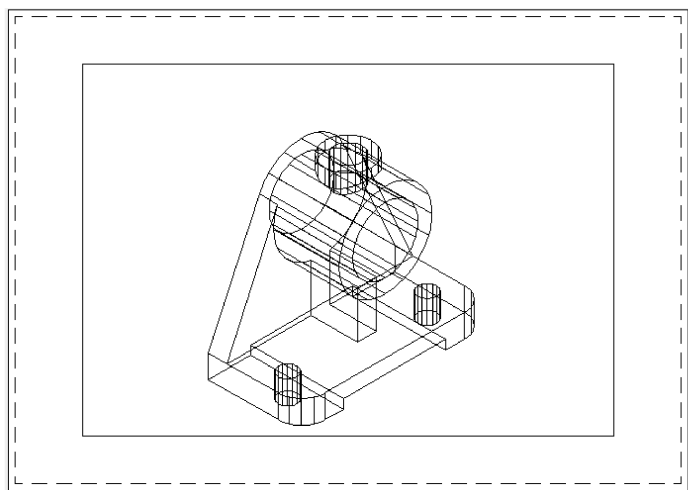

图 10-49 轴承座立体图图纸空间——“布局 1”
Step 1 切换图纸空间：单击绘图窗口下方布局标签的“布局 1”选项卡(图 9-1)，进入图纸空间，如图 10-49 所示。